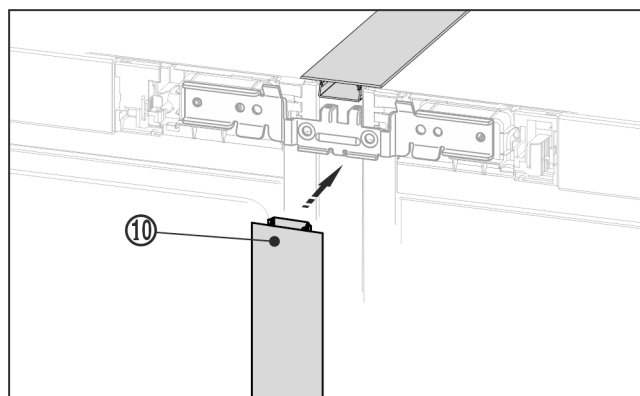

Fig. 22
- ▶ От предната страна притиснете дългата покривна лайсна Fig. 22 (10) във вертикалния процеп. Обърнете внимание на това, лайсната да легне върху свързващата ламарина.